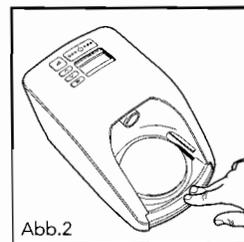

Abb.2
- c. Um die Wasserkammer am Gerät anzubringen, drücken Sie die Kammersicherung herunter und schieben Sie die Kammer auf das Gerät (Abb. 2, 3)